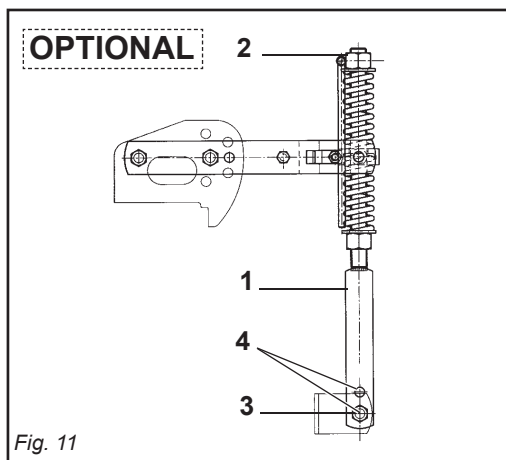

Fig. 11
- 6) Il martinetto a molla (1 Fig. 11) oltre a sostenere la lamiera livellatrice ed ammortizzarla nel trasporto su strada, serve a evitare il ribaltamento della zappatrice durante il parcheggio.
La regolazione del precarico sulla molla si effettua avvitando e svitando il dado superiore (2 Fig. 11), agendo con l'apposita leva.
A seconda della posizione, determinata del bullone (3 Fig. 11) sui vari fori posti nel martinetto (4 Fig. 11) si riesce ad aumentare o diminuire l'effetto della lamiera livellante sul terreno.
- 6) Besides supporting the levelling plate and acting as a shock absorber for it during road transport, the spring ram (1 Fig. 11) prevents the steering hoe from overturning when parking. To adjust the spring pre-loading, screw or unscrew the upper nut (2 Fig. 11) using the spring adjuster. The effect of the levelling plate on the soil can be increased or decreased depending on the position, established by of the nut (3 Fig. 11) in the various holes in the ram (4 Fig. 11).
- 6) Le vérin à ressort (1 Fig.11) sert de soutien à la tôle de nivellement et de suspension pendant le transport sur route, pour éviter le basculement du cultivateur lors du stationnement. Pour régler la pression du ressort, vissez ou dévissez l'écrou supérieur (2 Fig.11) avec la manivelle.
L'effet de la tôle de nivellement sur le terrain peut être augmenté ou diminué en changeant la position du boulon (3 Fig. 11) dans les différents trous du vérin (4 Fig.11).
- 6) Die Federwinde (1 Abb. 11) trägt nicht nur das Planierschild und dient beim Straßentransport zur Dämpfung von Stößen, sondern sie soll auch verhindern, daß die Maschine während des Parkens umkippt. Um die Feder zu verstellen, verschrauben oder aufschrauben Sie die obere Mutter (2 Abb. 11) mit dem Spindel. Je nach der Position, die durch der Mutter (3 Abb. 11) in den verschiedenen Löchern des Windenrohres (4 Abb. 11) festgelegt wird, kann die Wirkung des Planierschildes auf den Boden erhöht oder verringert werden
- 6) El gato de resorte (1 Fig.11), además de sostener la chapa de nivelación y protegerla durante el transporte en carretera, sirve para evitar el vuelco de la máquina durante el estacionamiento. Por regular la presión sobre el resorte, atornillar o destornillar la tuerca superior (2 Fig. 11) con el gato. De acuerdo a la posición, determinada de la tuerca (3 Fig. 11) en los diversos orificios del gato (4 Fig.11) se logra aumentar o disminuir el efecto de la chapa de nivelación sobre el terreno.